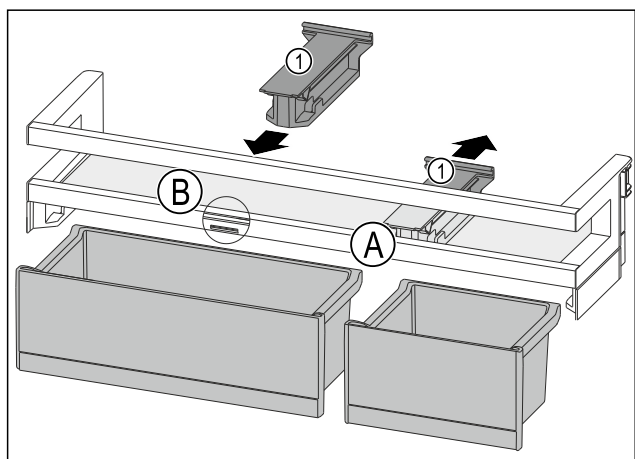

Fig. 224
- Držalni del Fig. 224 (1) odstranite nazaj v položaj Fig. 224 (A).
- Držalni del Fig. 224 (1) vstavite v položaj Fig. 224 (B).